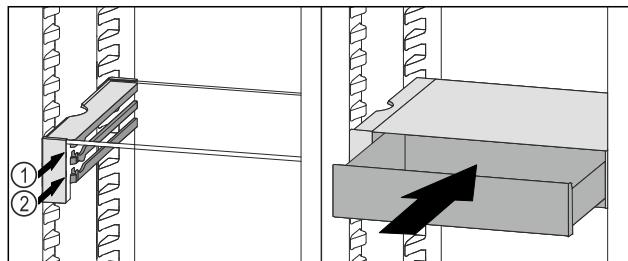

Fig. 94
- ▶ Predal VarioSafe namestite za zaustavljalnimi elementi na želeni nastavek Fig. 94 (1) ali Fig. 94 (2).